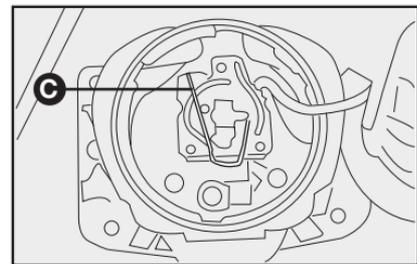

fig. 46
3) retirar o conector e, em seguida, o porta-lâmpada pressionando a presilha **C-fig. 46** para frente abrindo lateralmente para a direita;